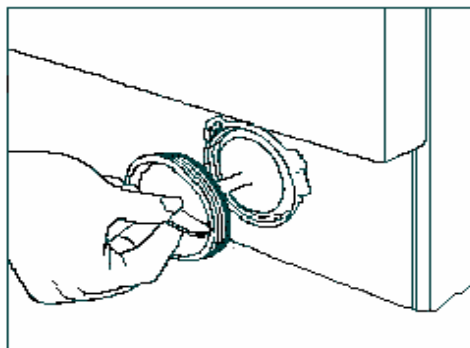

Fig. 13
- Dévissez le filtre en tournant dans le sens inverse des aiguilles d'une montre et vidangez (Fig.13).